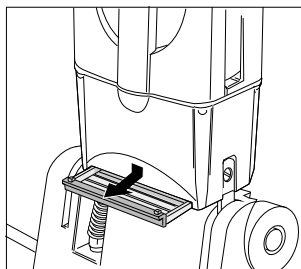

Fig. 9
5.3 Changer le filtre de soufflage <Fig. 9>